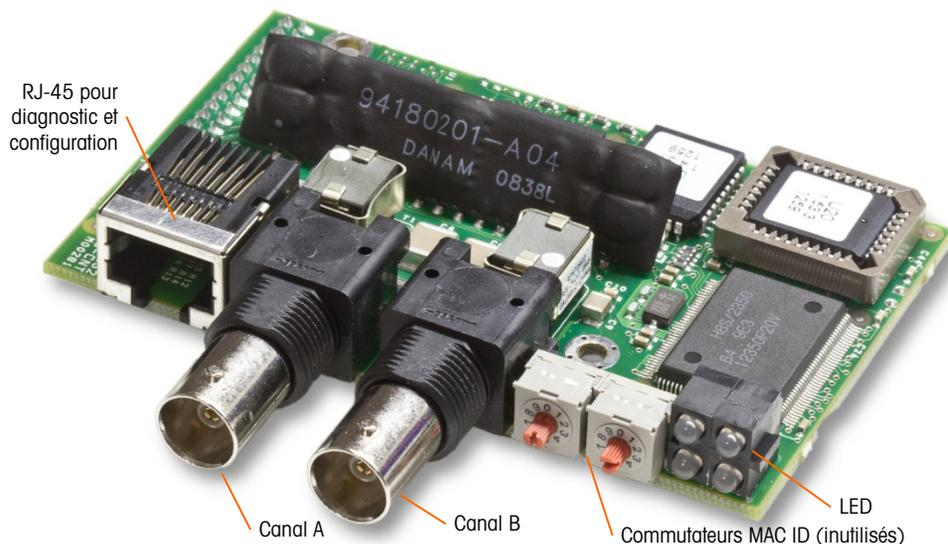
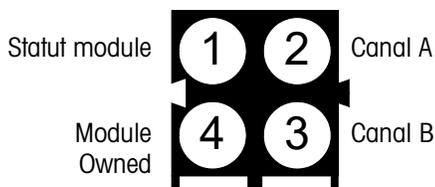
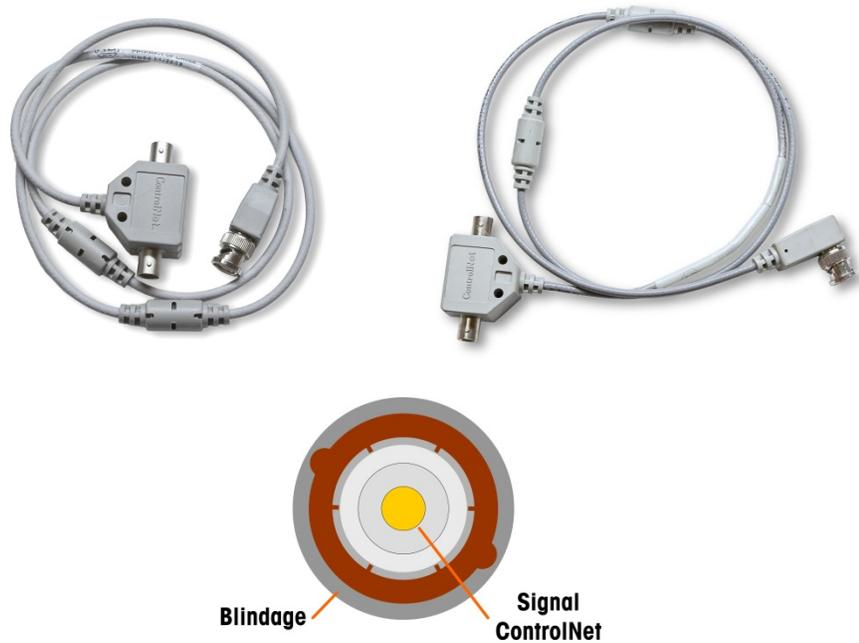

Figure A-99 : Composants et connexions du module ControlNet API
Figure A-100 : LED d'indication d'état ControlNet
Figure A-101 : Câbles et connecteur ControlNet
Le module ControlNet API (Figure A-99) se connecte au réseau ControlNet via un ou deux câbles coaxiaux (Figure A-101). Le canal B est redondant avec le canal A et n'est pas utilisé à moins que ControlNet ne détecte aucun signal sur le canal A. L'adresse du module est configurée dans le logiciel et les commutateurs MAC ID indiqués sur la Figure A-99 ne sont pas utilisés.
- **Ne pas** brancher de câble Ethernet dans le connecteur RJ-45 illustré à gauche sur la Figure A-99 sous risque d'endommager l'IND780.
La Figure A-100 affiche le groupe des LED d'indication d'état sur la carte ControlNet (voir également la Figure A-101).
La Figure A-101 illustre un exemple d'un câble ControlNet et une vue de près du connecteur. Le connecteur peut être à angle droit ou droit (voir ci-dessous). Ce câble n'est pas fourni par METTLER TOLEDO.